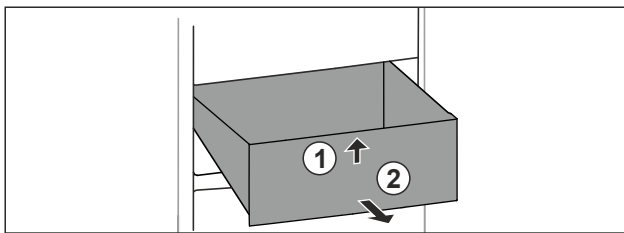

Fig. 136
- ▶ 抬起抽屉前部。Fig. 136 (1)
- ▶ 朝前取出抽屉。Fig. 136 (2)